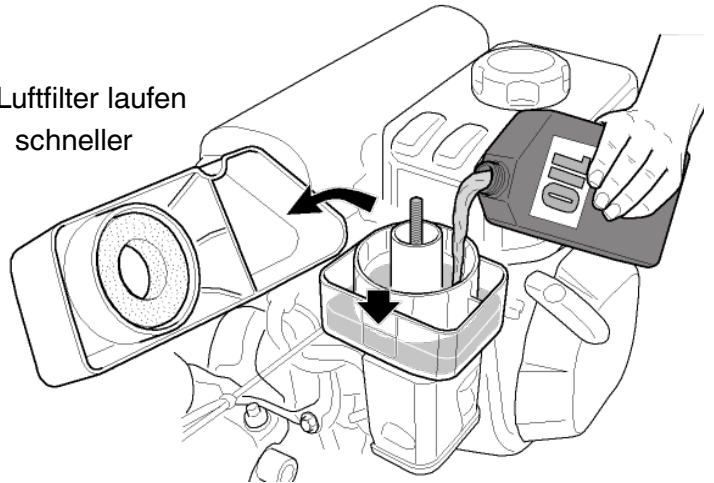

Abbildung 4a
- Lösen Sie die Flügelmutter und entfernen Sie den Filterdeckel. (Siehe Abb. 4A).